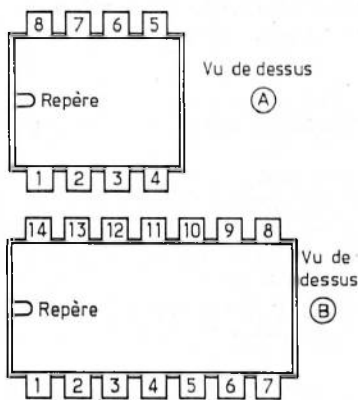

Figure 4
Son brochage, vu de dessus, est indiqué à la figure 4 (A). Le flip-flop MC663 est monté dans un boîtier à 14 broches comme indiqué en (B), figure 4. Chaque MC663 contient deux éléments de flip-flop, donc si N est pair, il faudra disposer de N/2 CI de ce type.
Les NANDS sont groupés par 4 dans chaque CI du type MC672. Leur boîtier est à 14 broches (B figure 4). Les inverseurs sont groupés par six dans chaque MC680. Il en faut, par conséquent N/6 MC680 plus un élément inverseur supplémentaire.